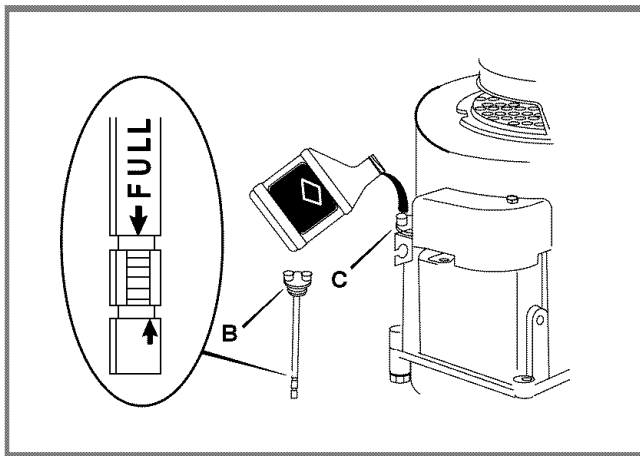

Figura 21: Llenado de Aceite
- 9 Antes de verificar el nivel de aceite, espere 2 minutos para que el aceite drene de la boca de llenado de aceite. Luego, coloque la varilla indicadora y verifique el nivel del aceite. Asegúrese de que aceite esté en la marca FULL (LLENO) que aparece en la varilla indicadora (ver Figura 21). No sobrepase este nivel.